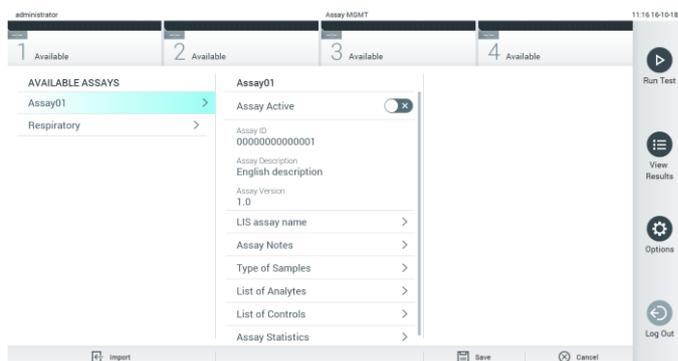

Figura 55. Pantalla Assay Management (Administración de ensayos).
2. Para importar el nuevo ensayo en el QIAstat-Dx Analyzer 1.0, pulse el botón Options (Opciones) y, a continuación, el botón Assay Management (Administración de ensayos). Aparecerá la pantalla Assay Management (Administración de ensayos) en la zona de contenido de la pantalla (figura 55).